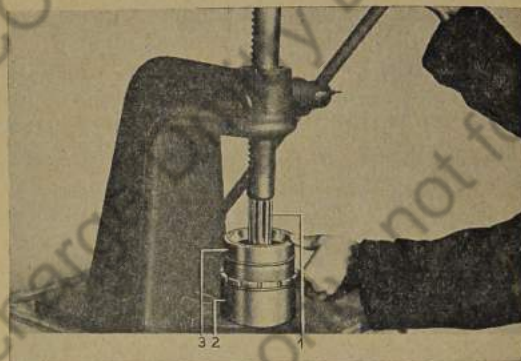

Bild 609: Flanschwelle aus Einstellbuchse herausdrücken
5. Flanschwelle (609/1) auf einer Spindelpresse aus dem Hochschulterkugellager bzw. der Einstellbuchse (609/3) herausdrücken (Bild 609).